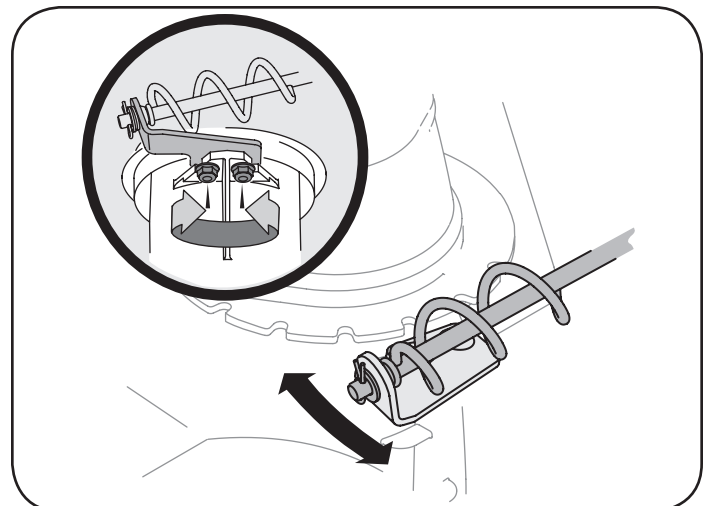

Figura 20
1. Afloje las dos tuercas que sujetan el soporte del canal y cambie su posición ligeramente. Vea la Figura 20.